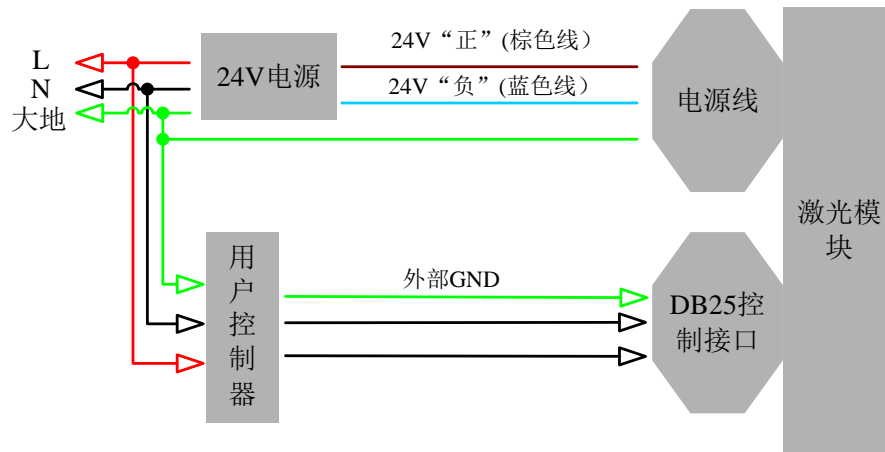

图 4 电气连接图
- c) 请确认外部控制器的控制接口与激光器相匹配，将控制电缆接在激光器控制接口上，并可靠固定。推荐电气连接图如图 4 所示：